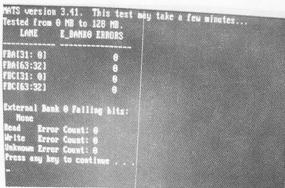

图 5-61 测试通过
(8) 上机不花了，使用 MATS 程序测试通过，如图 5-61 所示。